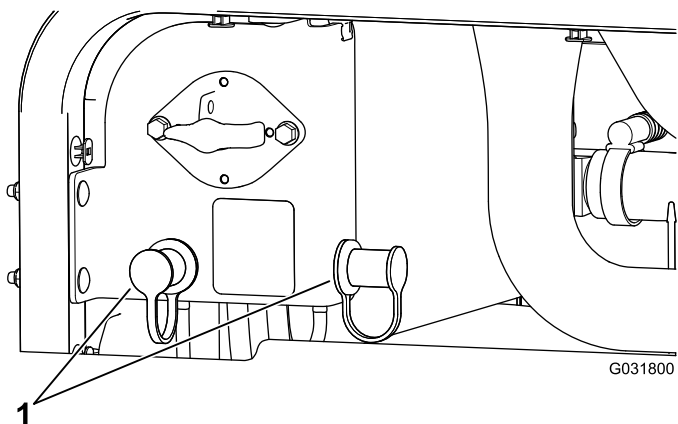

Figura 104
3. Togliete i coperchi dai poli di avviamento (Figura 104).